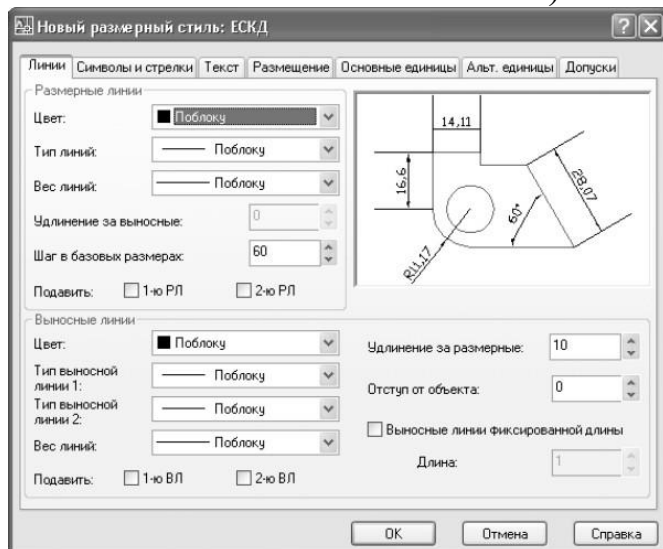

Рис. 11.3 Параметры линий для нового стиля ЕСКД
9. Установите параметры линий в соответствии с рис. 11.3: параметру Шаг в базовых размерах (определяет расстояние по умолчанию, которое используется между параллельными размерными линиями, построенными от общей базы) присвойте значение 60; параметру Удлинения за размерные (определяет расстояние, на которое выносная линия должна выходить за концы стрелок) – значение 10, а параметру Отступ от объекта (определяет расстояние между точкой привязки выносной линии и ее началом) – значение 0.